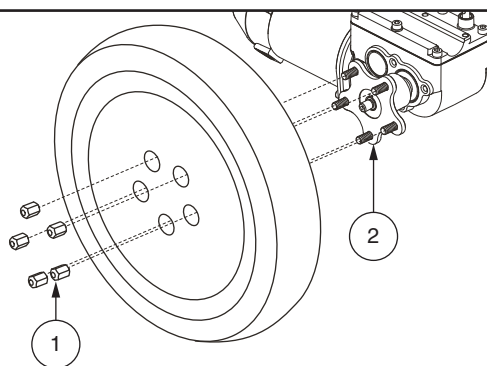

Figura 17. Ruota motrice della Q6 Edge 2.0
4. Rimuovere i cinque (5) dadi dall'interno del mozzo. **Vedere la figura 17.**